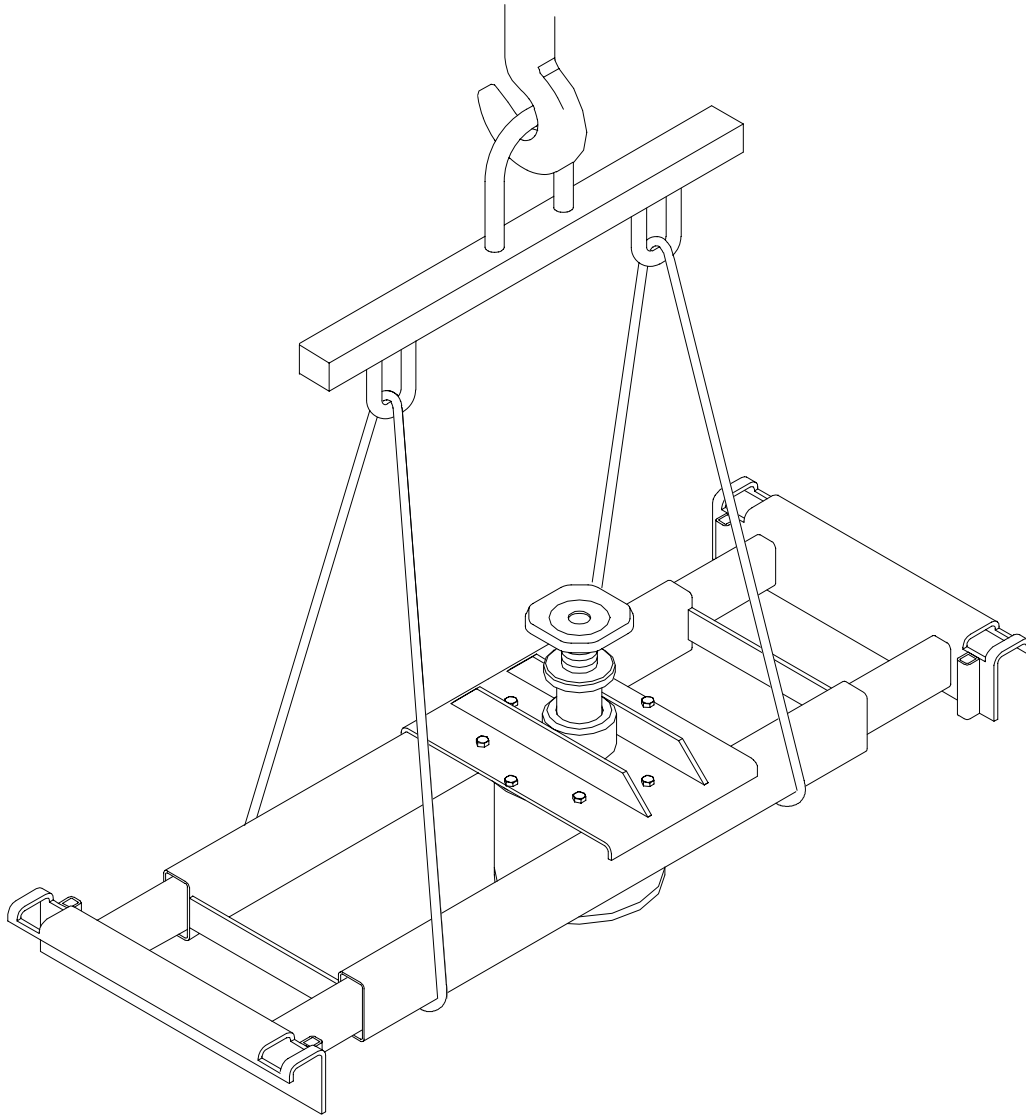

Fig. 2
- sollevare la macchina mediante l'uso di carrello elevatore (come da **Fig. 2**);
- use a fork-lift truck to handle the equipment as shown in **Fig. 2**;
- Einrichtung mit einem Gabelstapler anheben (gemäß **Abb. 2**).
- soulever la machine à l'aide d'un chariot élévateur (comme indiqué à la **Fig. 2**);
- elevar la máquina mediante carretilla elevadora (como indica la **Fig. 2**);